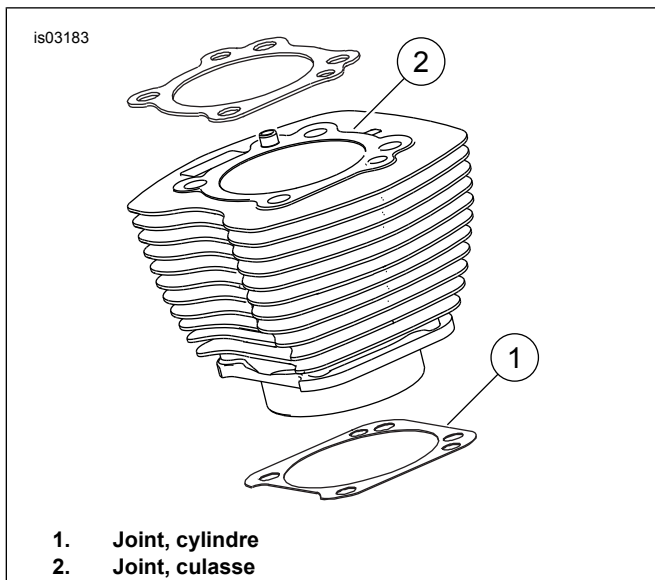

Figure 1. Joints de cylindre
Figure 1. Le joint de cylindre (1) et le joint de culasse (2) de 4,060 po éliminent le besoin d'utiliser des joints toriques. Ne pas utiliser de joints toriques sur les doigts de positionnement de cylindre ou les embouts mâles de cylindre.